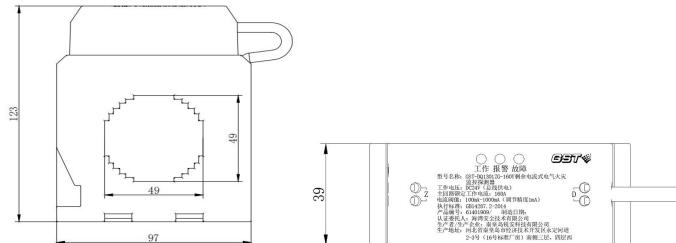

图 1 外观结构尺寸
- 1、探测器的外观结构尺寸如图 1 所示, 单位: mm。